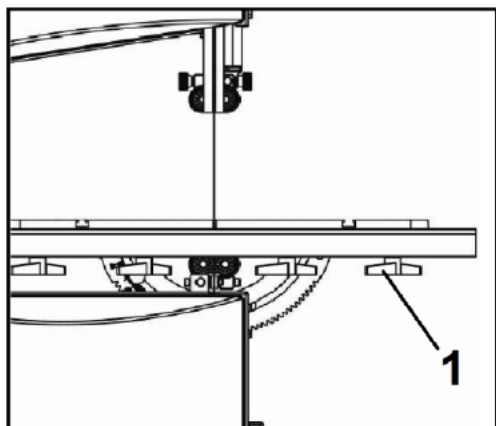

Рисунок 10
- Ослабьте четыре стопорных ручки (1, Рис. 10) направляющей и вытяните направляющую.